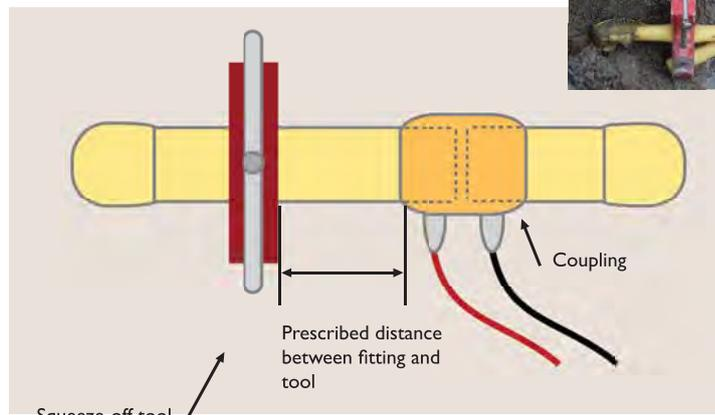

図 1. スクイズオフ作業を実行中のポリエチレン製ガスパイプライン
イリノイ州に拠点を置く GTI は、最先端エネルギーや天然ガス技術に取り組む研究・開発組織です。この研究機関の一つが、ポリエチレン (PE) 製ガスパイプラインのスクイズオフの距離の研究を行っています。スクイズオフは、ガスの流れを完全に遮断するためにパイプを圧縮する単純な作業のように見えます (図 1 参照)。この仕組みは、保守点検を行うために一般的に行われる方法であり、全システムを停止することなく、パイプの接合部分を交換することが出来ます。